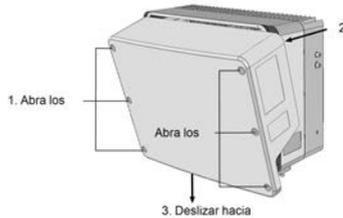

Figura 19: Quitar la tapa del inversor
5. Abrir la tapa del inversor (ver la *Figura 19*).